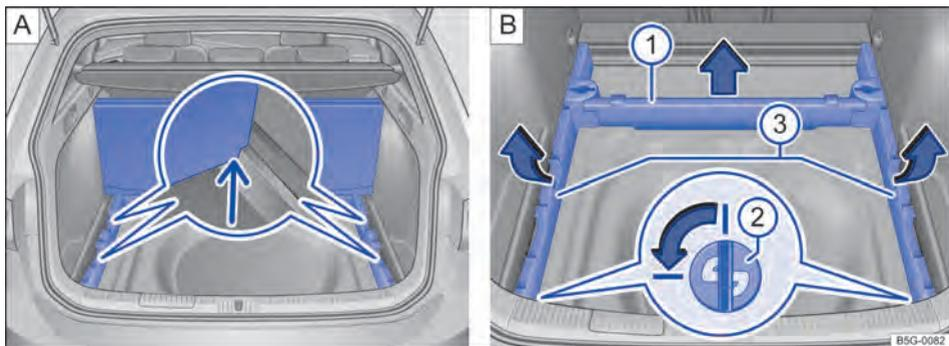

Fig. 189 No compartimento de bagagem: **A** assoalho do compartimento de bagagem levantado, **B** remover os suportes do assoalho do compartimento de bagagem.
- Travar os cantos externos do segmento traseiro do assoalho do compartimento de bagagem nos ressaltos do suporte → Fig. 189 **A** (lupa, seta).
- Retirar o suporte dianteiro do assoalho do compartimento de bagagem → Fig. 189 B 1 no sentido da seta para cima e guardar fora do compartimento de bagagem.
- Para destravar, girar ambos os suportes de encaixe → Fig. 189 B 2 (lupa) em um quarto de giro (90°) no sentido da seta e retirar para cima.
- Levantar ambos os suportes laterais do assoalho do compartimento de bagagem → Fig. 189 B 3 na região traseira no sentido da seta e retirar para trás dos alojamentos dianteiros.
- Guardar com segurando os suportes do assoalho do compartimento de bagagem removidos → Fig. 189 B 1, 3 e os suportes de encaixe → Fig. 189 B 2.